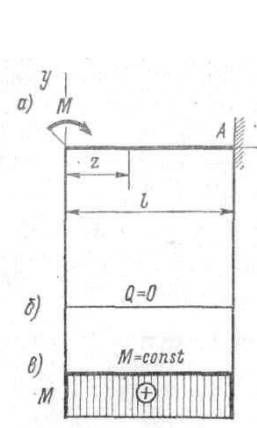

Рисунок 3
-) В точках приложения сосредоточенных пар сил на эпюре моментов возникают скачки, равные величинам пар (см. рис. 3);